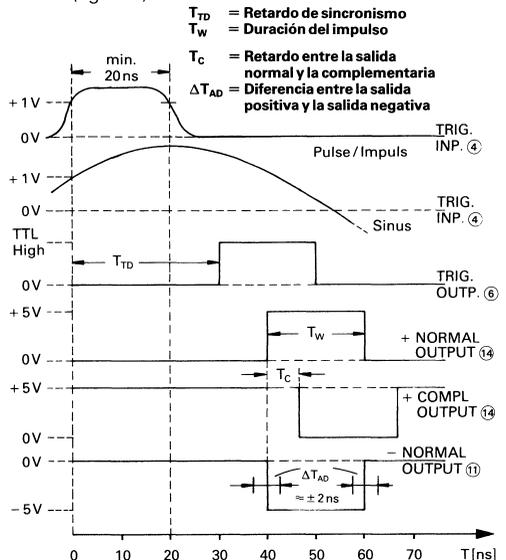

Figura 3 Señales de salida con sincronismo externo
Si el conmutador FREQUENCY (2) está en posición MAN o EXT, el generador interno de impulsos queda desconectado. Una señal conectada a la entrada del disparo (4) determina la frecuencia de repetición de los impulsos de las señales de salida. El ajuste de la duración del impulso se efectúa como en operación normal (9) y (8). Evidentemente, el generador ahora no trabaja en funcionamiento simétrico. El sincronismo de las señales de salida se efectúa en el flanco positivo ascendente del impulso. La señal de disparo puede ser una tensión alterna de 1Vp ó una tensión rectangular con una amplitud de 1V. La entrada es compatible con TTL y con un fan-in de 1. La máxima tensión de entrada no debe exceder de $\pm 30V$. La duración mínima del impulso no debe ser inferior a 20 ns. El retardo del sincronismo desde la entrada hasta la salida es de aprox. 20 ns (figura 3).